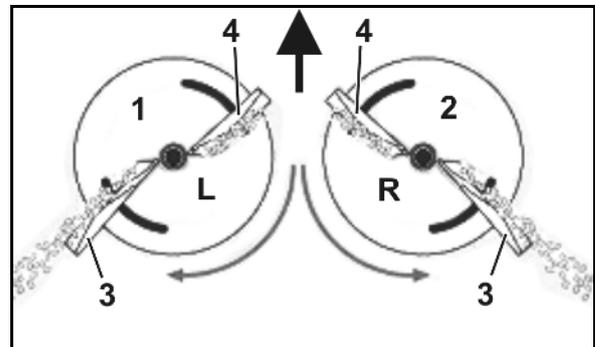

Fig. 19
- disco de dispersión izquierdo (Fig. 19/1) con la marca **L**.
- disco de dispersión derecho (Fig. 19/2) con la marca **R**.
- Larga (Fig. 19/3) – Escala de ajuste con valores del 35 al 55.
- Corta (Fig. 19/4) – Escala de ajuste con valores del 5 al 28.